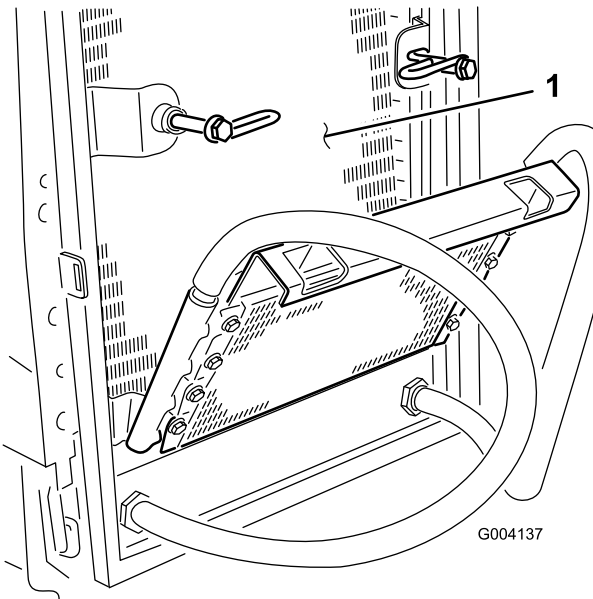

Bild 51
6. Reinigen Sie beide Seiten des Ölkühlers und des Kühlers gründlich mit Druckluft (Bild 51).